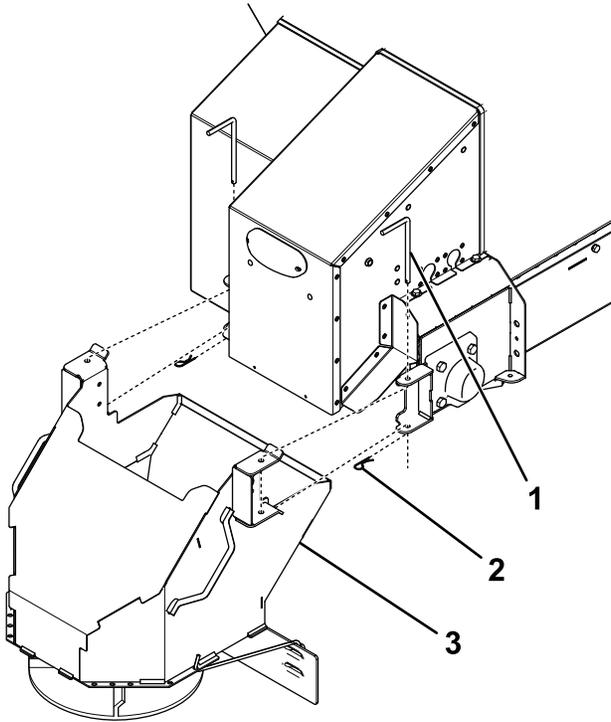

Bild 24
- Entfernen Sie die zwei Arretierbolzen und Splinte, mit denen der Tellerstreuer am Füllkasten befestigt ist (Bild 24).